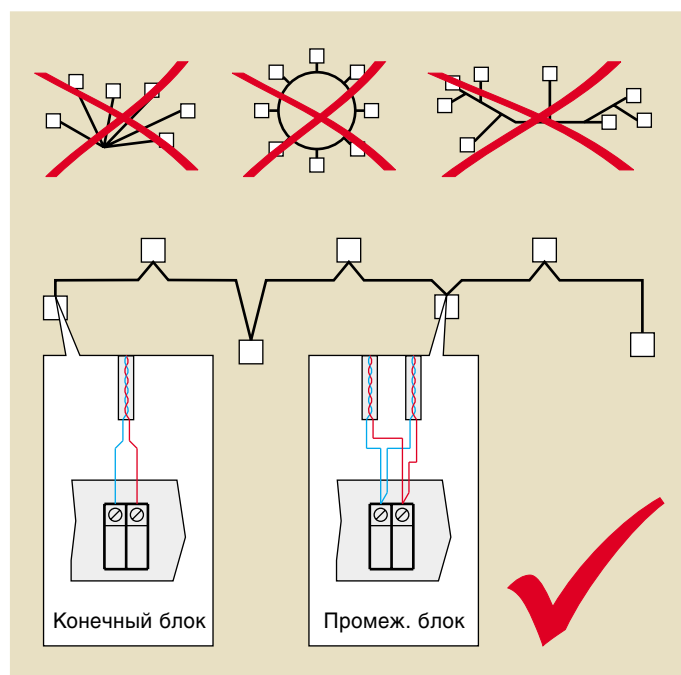

Рис. 30: Принцип подключения шины LON bus
- Система Noval DigiNet предназначена для сетевой топологии с соединением посредством линейной шины (см. Рис. 30).